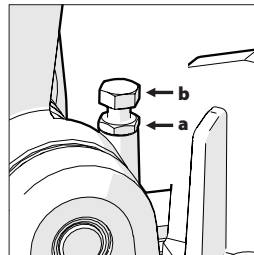

Fig. 20
- Lösen Sie die Kontermutter an der Anschlagschraube für die Abwärtsbewegung. **(Abb. 20 Pos. a)**
- Drehen Sie die Einstellschraube **(Abb. 20 Pos. b)** heraus (entgegen dem Uhrzeigersinn), um die Abwärtsbewegung des Schneidkopfes zu verkürzen.